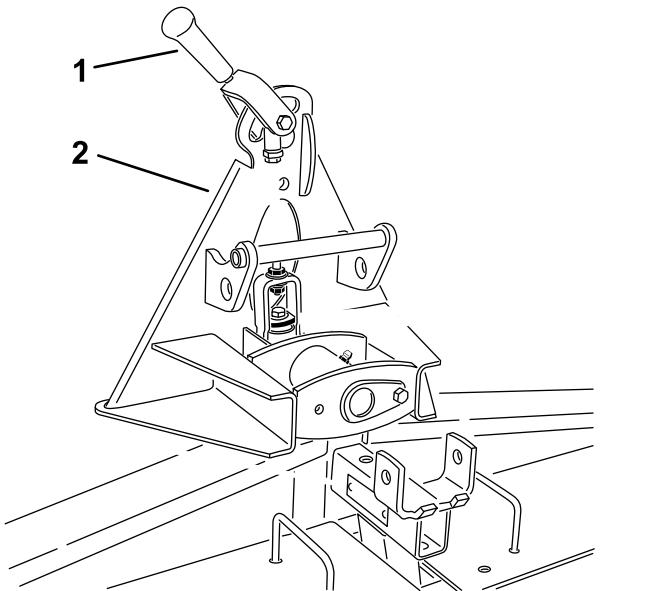

Figura 3
**Nota:** Asegúrese de que la palanca de bloqueo esté girada a la izquierda (posición desbloqueada), vista desde la parte trasera de la máquina (Figura 3).